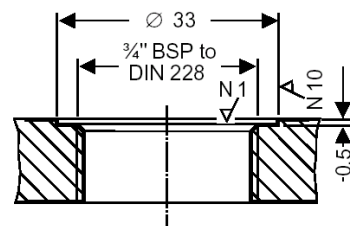

Fig. 3
1. Sprawdź powierzchnie uszczelniające przyłącza gwintowego lub kołnierzewego na zbiorniku lub zewnętrznym naczyniu pomiarowym kotła. Fig 3.
- Powierzchnie uszczelniające przyłączy gwintowego lub kołnierzewego na zbiorniku lub zewnętrznym naczyniu pomiarowym kotła muszą być obrobione z wymaganą dokładnością. Fig 3.